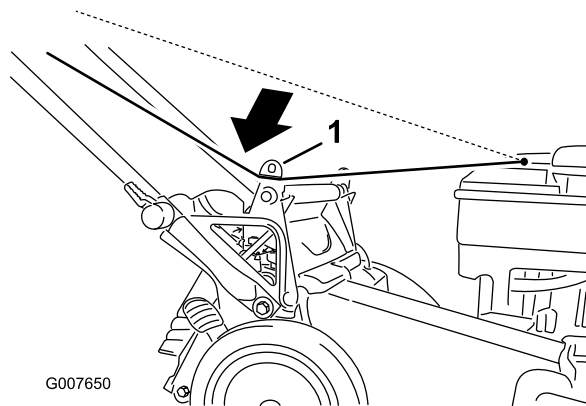

Figura 32
1. Avvolgete il cavo di avviamento attorno al guidacavo inferiore (Figura 32).